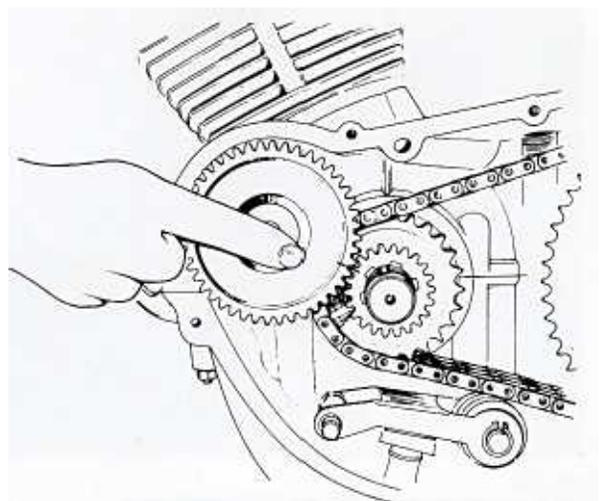

Bild 125
- Das Sicherungsblech der Kurbelwellenmutter zurückbiegen, den Motor von einem Helfer festhalten lassen und die Mutter mit einem Steckschlüssel abschrauben. Vor dem Abziehen des treibenden Zahnrades der Ölpumpe von der Kurbelwelle prüfen, ob die Einstellmarken vorhanden sind, sonst sind entsprechende Marken selbst anzubringen. Der Ausschnitt der Kurbelwelle sollte mit einem Punkt markiert sein, und beide Zahnräder müssen eine Strichmarke tragen, die einander gegenüberliegen (Bild 125).
- Die Scheiben und den Sicherungsring (wenn nötig erneuern) auf die Getriebehauptwelle montieren und die mit Loctite und einem neuen Sicherungsblech versehene Kurbelwellenmutter anbringen. Die Mutter anziehen und das Sicherungsblech umbiegen. Am Zweizylindermotor das Zahnrad der Ölpumpe unter Beachtung der Einstellmarken montieren (Bild 125). Weitere Angaben über die Ölpumpe finden Sie im Kapitel 2.7.